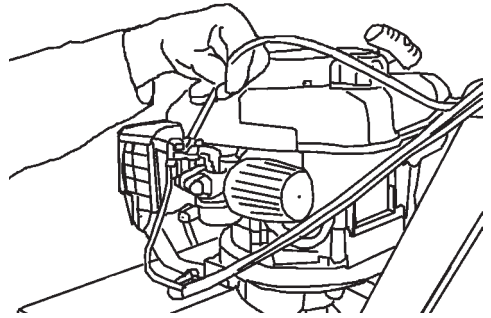
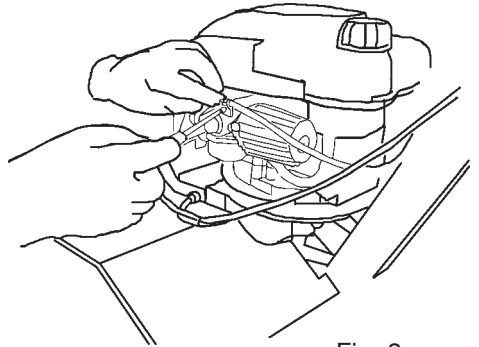

Fig. 2
Fig. 3
- Conectar el cable comando acelerador (fig.2) al motor y fijar la vaina (fig.3)